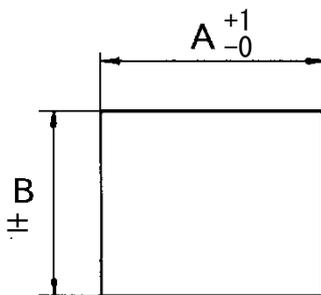

図 11 パネルカット寸法図
- ① 図 11 及び表 4 に従って、パネルをカットしてください。
- ② パネルカットができたら、本体を穴に挿入し、取付金具を上下各 2ヶ所 (15 点式以上は上下各 3ヶ所) に取り付けて、パネルに締め付けます。この際、片締めにならないように 4ヶ所 (6ヶ所) を交互に締め付けてください。